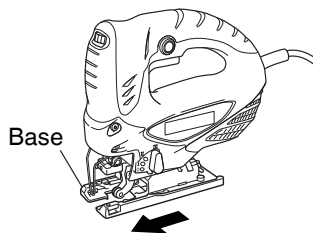

Fig. 9
- (2) Mueva la base completamente hacia adelante (Fig. 9), y vuelva a apretar el perno de la base.
(3) Apriete de nuevo el perno M5. (Fig. 9)
(4) Ajuste la posición orbital a "0".